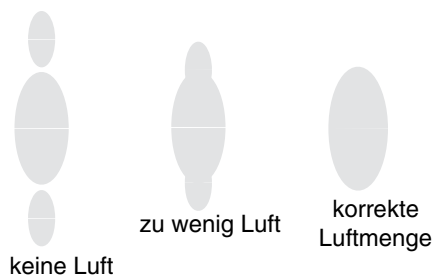

ABB. 8. Spritzbildprobleme
- Siehe ABB. 8. Für die betätigte Spritzpistole den Zerstäubungsluftdruck auf 35 kPa (0,35 bar; 5 psi) einstellen. Das Spritzbild überprüfen. Den Luftdruck langsam erhöhen, bis ein homogenes Spritzbild entsteht. Der Luftdruck zur Spritzpistole darf 0,7 MPa (7 bar, 100 psi) nicht übersteigen.